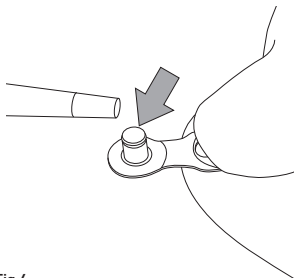

Fig.4
- Lubrifiez les axes du C-Link™ en utilisant un lubrifiant spécifique pour chaîne (Fig. 4).